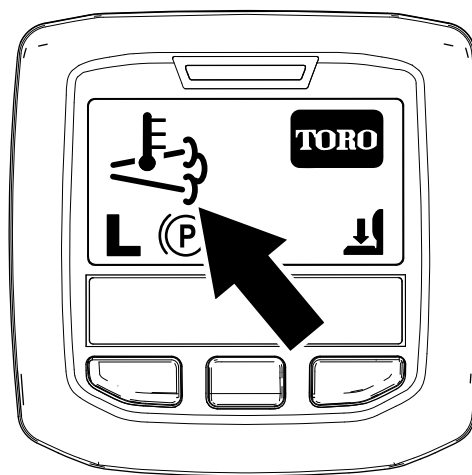

Рисунок 46
- Значок высокой температуры выхлопа отображается на экране инфо-центра (Рисунок 46).